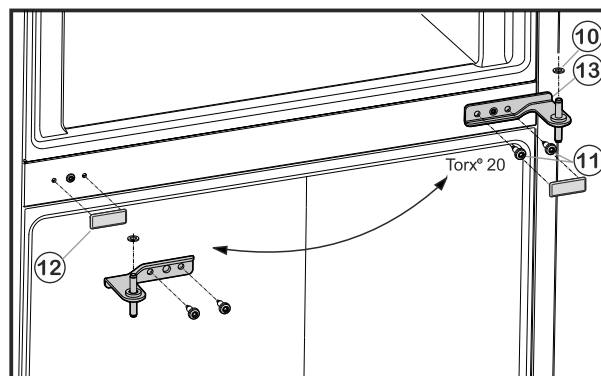

Fig. 5
- ▶ Atsukite tvirtinimo varžtus Fig. 5 (11) (2 „Torx® 20“) ir iš apatinių durų ištraukite vidurinę atraminę gembę.
- ▶ Nuimkite plastikinį poveržlę Fig. 5 (10).
- ▶ Atsargiai nutraukite dengiamąją plokštelę Fig. 5 (12).
- ▶ Dengiamąją plokštelę Fig. 5 (12) vėl uždėkite priešingoje pusėje.
- ▶ 180° pasuktą vidurinę atraminę gembę Fig. 5 (13) įstatykite į apatines duris ir tvirtinimo varžtais Fig. 5 (11) (2 „Torx® 20“) tvirtai prisukite kitoje lankstų pusėje (**su 4 Nm**).
- ▶ Vėl uždėkite plastikinę poveržlę Fig. 5 (10).
- ▶ Viršutines duris uždėkite ant vidurinės atraminės gembės Fig. 5 (13).